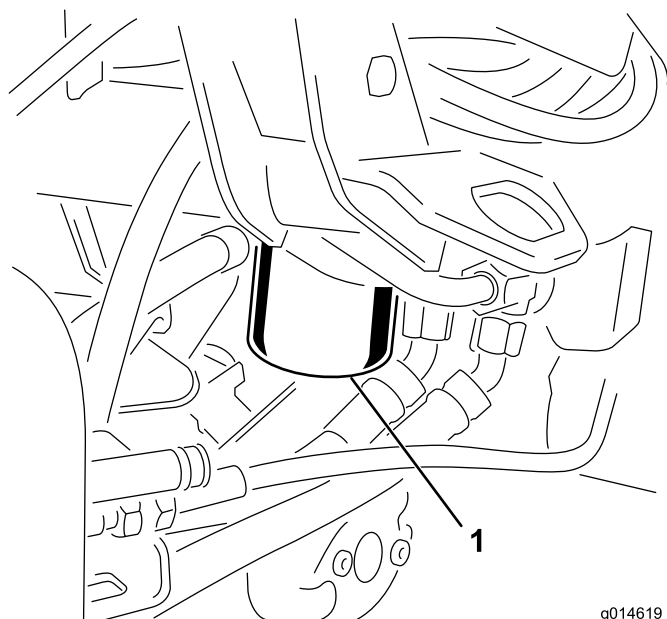

図 51
1. フィルタ容器の周辺をウェスできれいにぬぐう (図 51)。フィルタの下に廃油受けを置いてフィルタを外す。